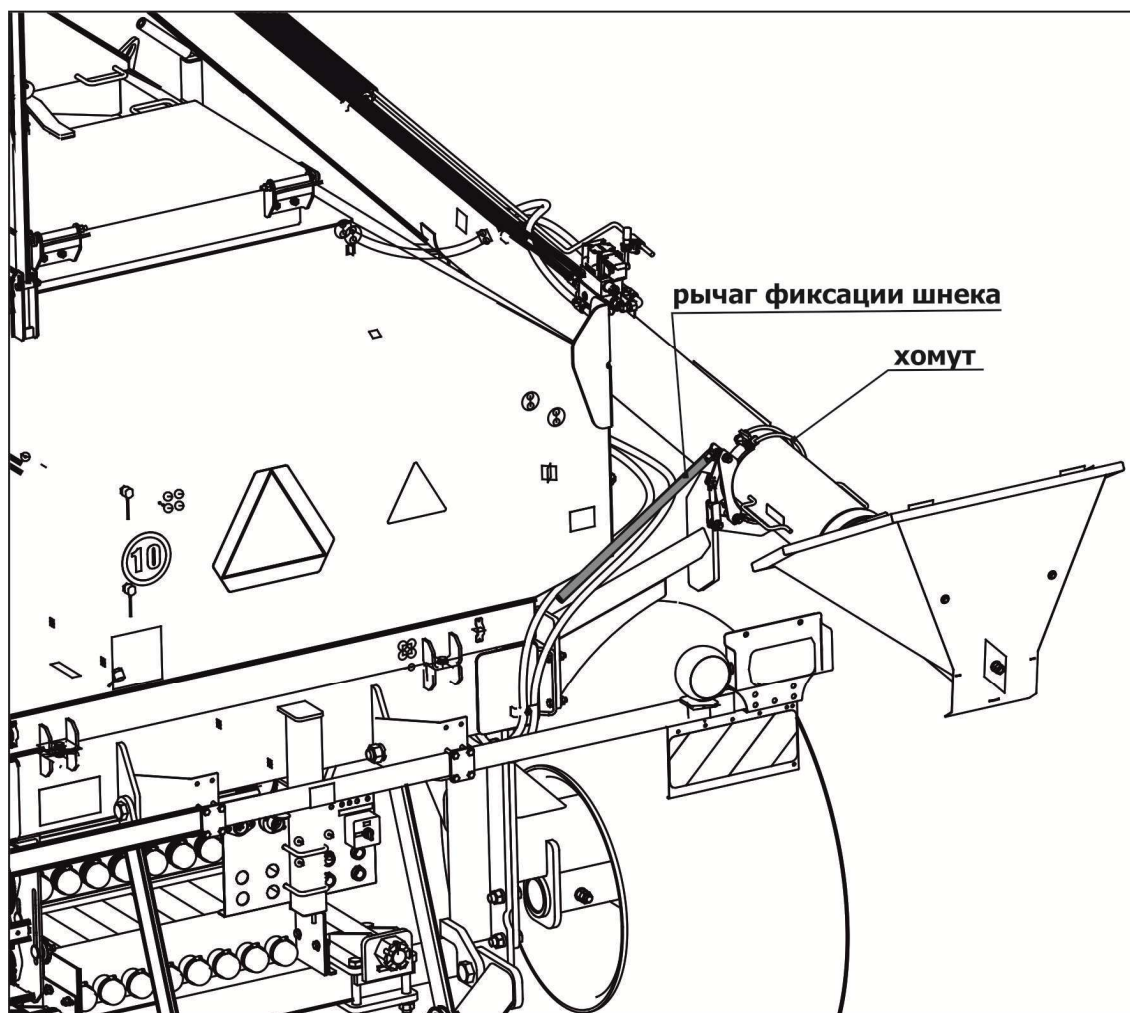

Рисунок 6.1
- разблокировать шнек, потянув рычаг фиксации шнека вверх и откинув хомуты (см. рисунок 6.1);